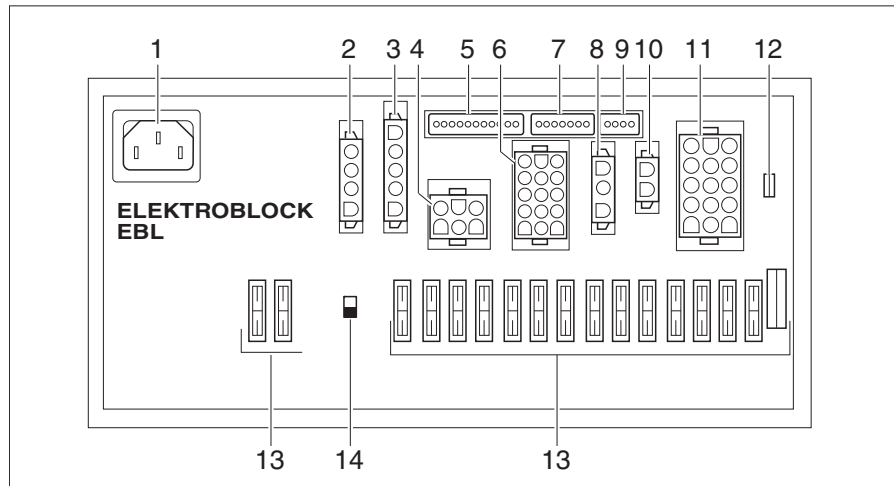

Bild 258 Elektroblock (EBL 102)
**Einbauort** Je nach Modell ist der Elektroblock (Bild 258) in der Sitzkonsole unter dem Fahrersitz oder im Bereich der Garage bzw. der Barsitzgruppe (Globeline) eingebaut.
- ▷ Der Batterie-Trennschalter (Bild 258,14) trennt alle Verbraucher, die am Elektroblock angeschlossen sind, vom 12-V-Netz.